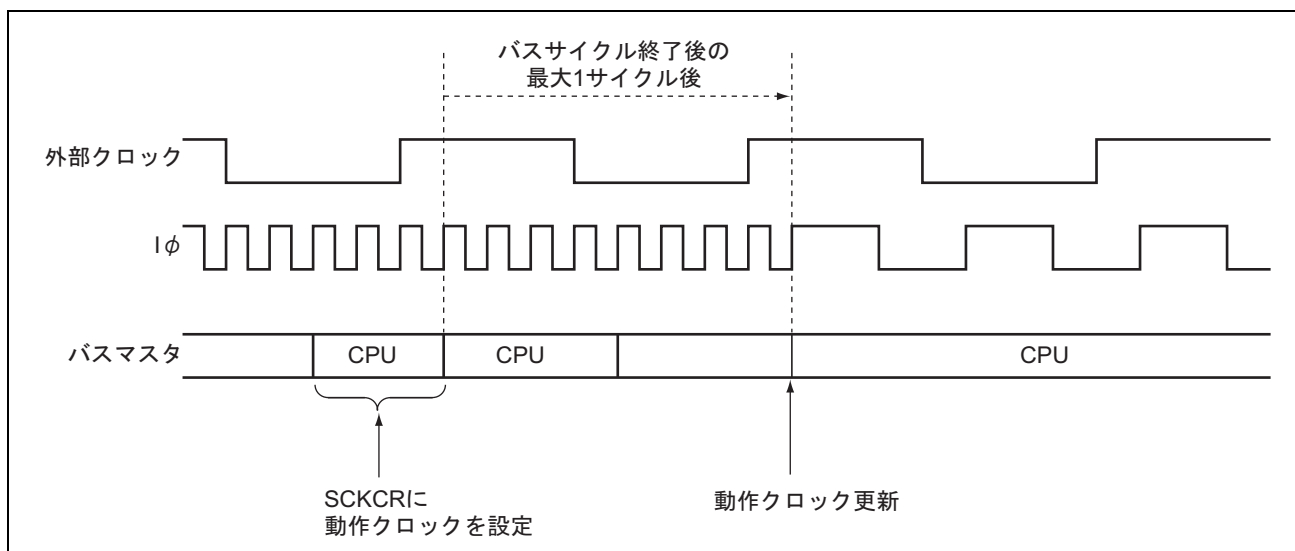

図 26.6 クロック変更タイミング
5. 図 26.6 にクロック変更タイミングを示します。SCKCR に値をライトした後、現在実行しているバスサイクル終了を待ちます。そのバスサイクル終了後、外部入力クロック ϕ に対して最大 1 サイクル後に各クロックの周波数が変更されます。